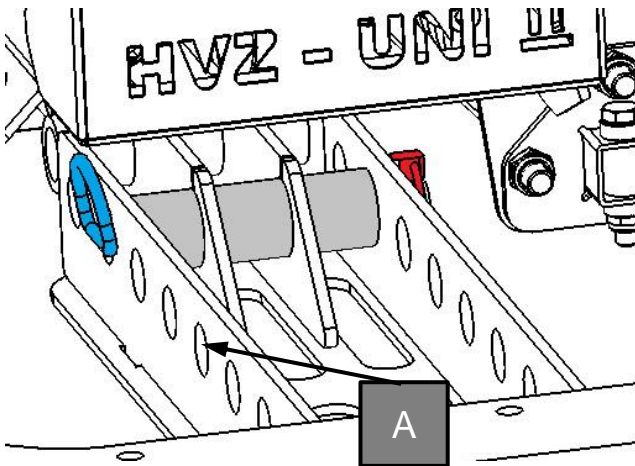

Bild 18
Hauptspannung auf entsprechende Bohrungsposition (A), durch Anfassen an den Handgriffen, ziehen (Bild 18 und 19)